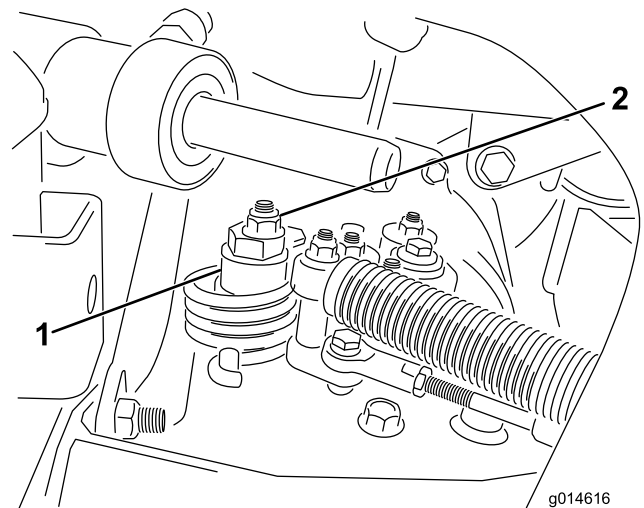

Bild 49
A. Lösen Sie die Mutter, mit der der Exzenter oben am Hydrostat befestigt ist (Bild 49).
C. Drehen Sie den Exzenter, bis kein Kriechen in jeder Richtung auftritt. Ziehen Sie die Schraube fest, wenn sich das Rad nicht mehr dreht, um den Exzenter und die Einstellung zu arretieren (Bild 49). Überprüfen Sie die Einstellung mit dem Gasbedienungshebel auf Langsam“ und auf Schnell“.